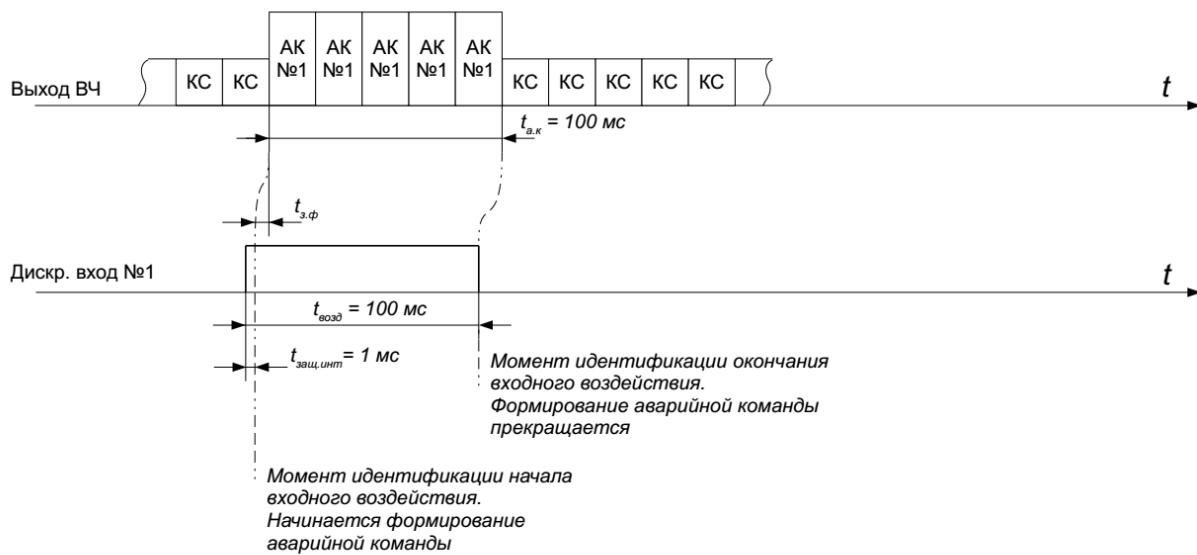

Рисунок 5.2.3.2 - Передача длительной аварийной команды
**Пример 3.** Передача импульсных аварийных команд согласно приоритету (см. рисунок 5.2.3.3). Длительность формируемых аварийных команд  $t_{a,k} = 20 \text{ мс}$ . К каждой аварийной команде привязан один дискретный вход с тем же номером. Защитный интервал  $t_{заш.инт} = 10 \text{ мс}$ ,